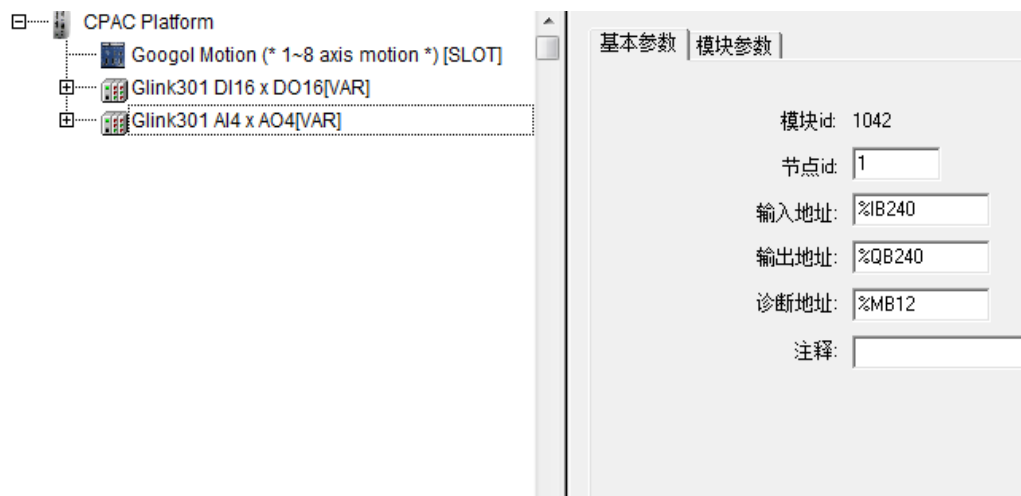

图 31 本地 IO 配置
4、PLC 配置：新项目建好后，需要根据实际系统配置本地 I/O;项目窗口中选择资源->PLC 配置->右键单击 CPAC Platform->选择子原件，如图 31：